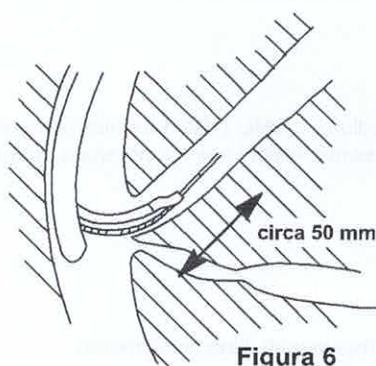
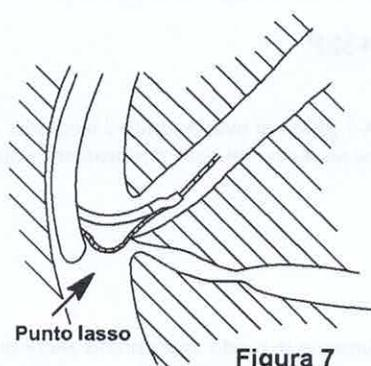
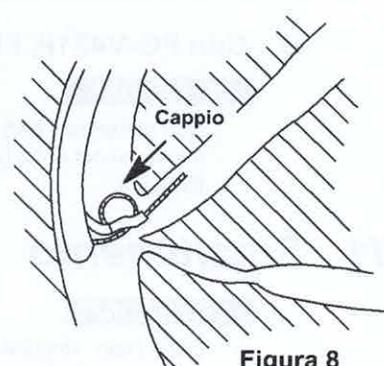

Figura 6
Figura 7
Figura 8
- la rigidità del filoguida è minore nel tratto del terminale distale rispetto al resto del filo. Se si inseriscono 50 mm o meno di filoguida nel dotto biliare (come mostrato in Figura 6), la sezione più rigida prossima ad esso potrebbe causare l'allentamento del filo come mostrato in Figura 7.
- Quando il filoguida è inserito nel dotto biliare soltanto a circa 50 mm dalla papilla, come mostrato in Figura 6, un ulteriore inserimento può causarne l'allentamento come indicato in Figura 7.
- quando il filoguida resta allentato (come mostrato in Figura 7), l'estrazione dello strumento può provocare la formazione di un cappio nel filoguida come mostrato in Figura 8.